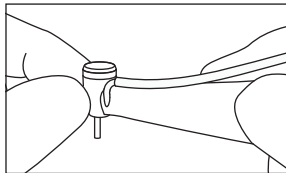

Fig. 10
- 4) Après l'arrêt de la rotation de la pièce à main, touchez la tête de la pièce à main pour confirmer qu'elle ne chauffe PAS anormalement (Fig. 10).